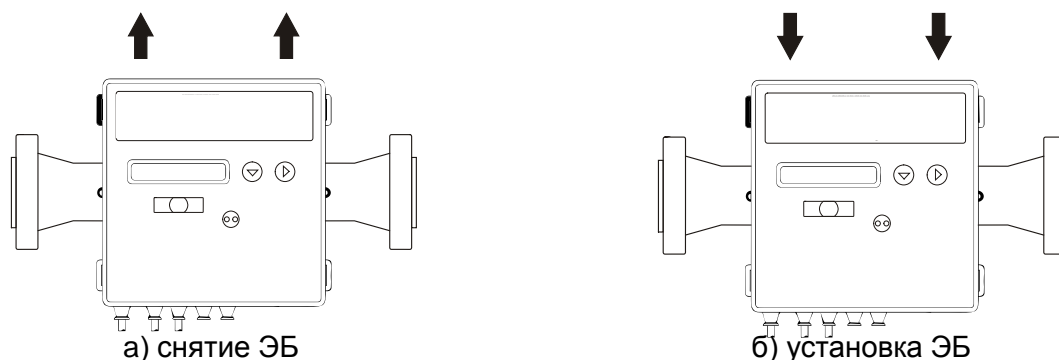

Рисунок 2.3 – Снятие и установка ЭБ с дисплеем
2.6.5 Для снятия электронного блока с дисплеем с ППР потяните вверх корпус электронного блока и снимите его (рисунок 2.3).